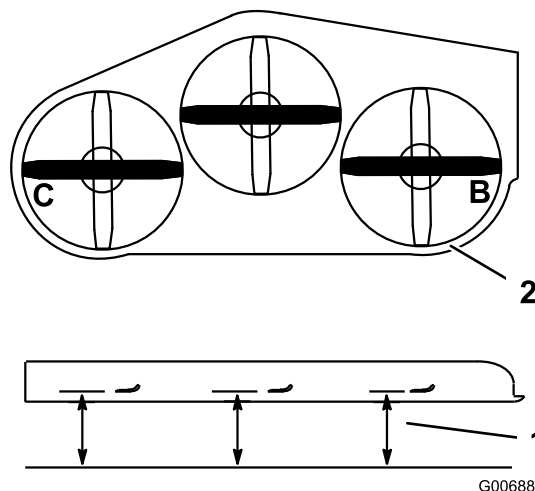

Figura 81
3. Coloque las cuchillas en posición lateral. Mida en las posiciones **B** y **C** desde una superficie nivelada hasta el filo de corte de los extremos de las cuchillas (Figura 81).